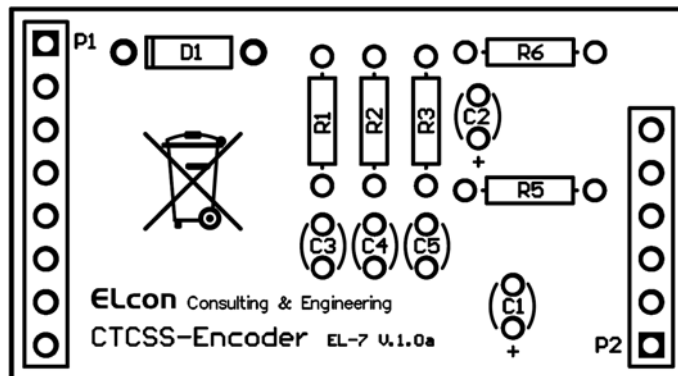
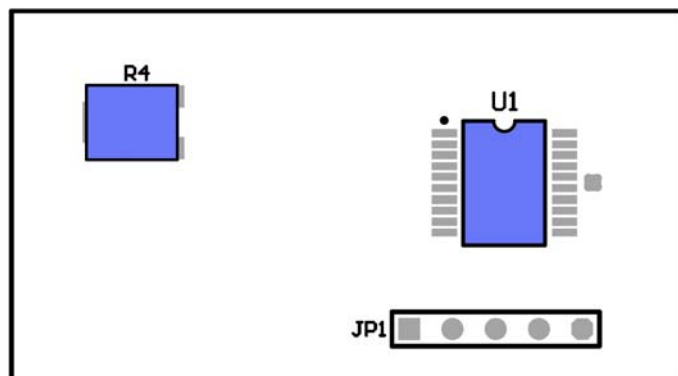

Abbildung 2 / Unterseite
Abbildung 3 / Oberseite
Die Bestückungspläne der Ober- und Unterseite der kleinen Platine finden Sie in Kapitel 3.3 (siehe Abbildung 2 und Abbildung 3). Alle SMD-Bauteile sind bereits bestückt.
- C1, C2, Elektrolytkondensatoren → auf die Polarität achten! (weisser Strich = Minus, siehe Kapitel 3.3 Abbildung 2)